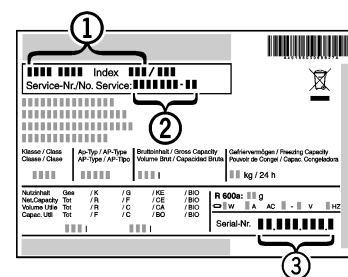

Fig. 9
- ▶ Consulte la denominación del aparato Fig. 9 (1), el nº de servicio Fig. 9 (2) y el nº de serie Fig. 9 (3) en la placa de identificación. La placa de identificación se encuentra en la parte interior izquierda del aparato
- ▶ Informe al servicio postventa indicando la falla, la denominación del aparato Fig. 9 (1), el nº de servicio Fig. 9 (2) y el nº de serie Fig. 9 (3).